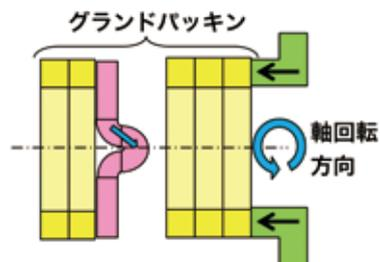

Figure5 軸の回転による隙間へのはみ出し(1)
- ②軸の回転によりグランドパッキンの一部が隙間へはみ出し、Figure5のような状態になる。